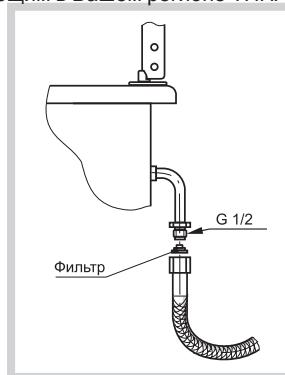

Рис.19
- Подсоединение плиты к газовой сети или баллону должно быть выполнено при помощи гибкого шланга согласно действующим в Вашем регионе нормативным документам в области газоснабжения и безопасности (рис. 19).